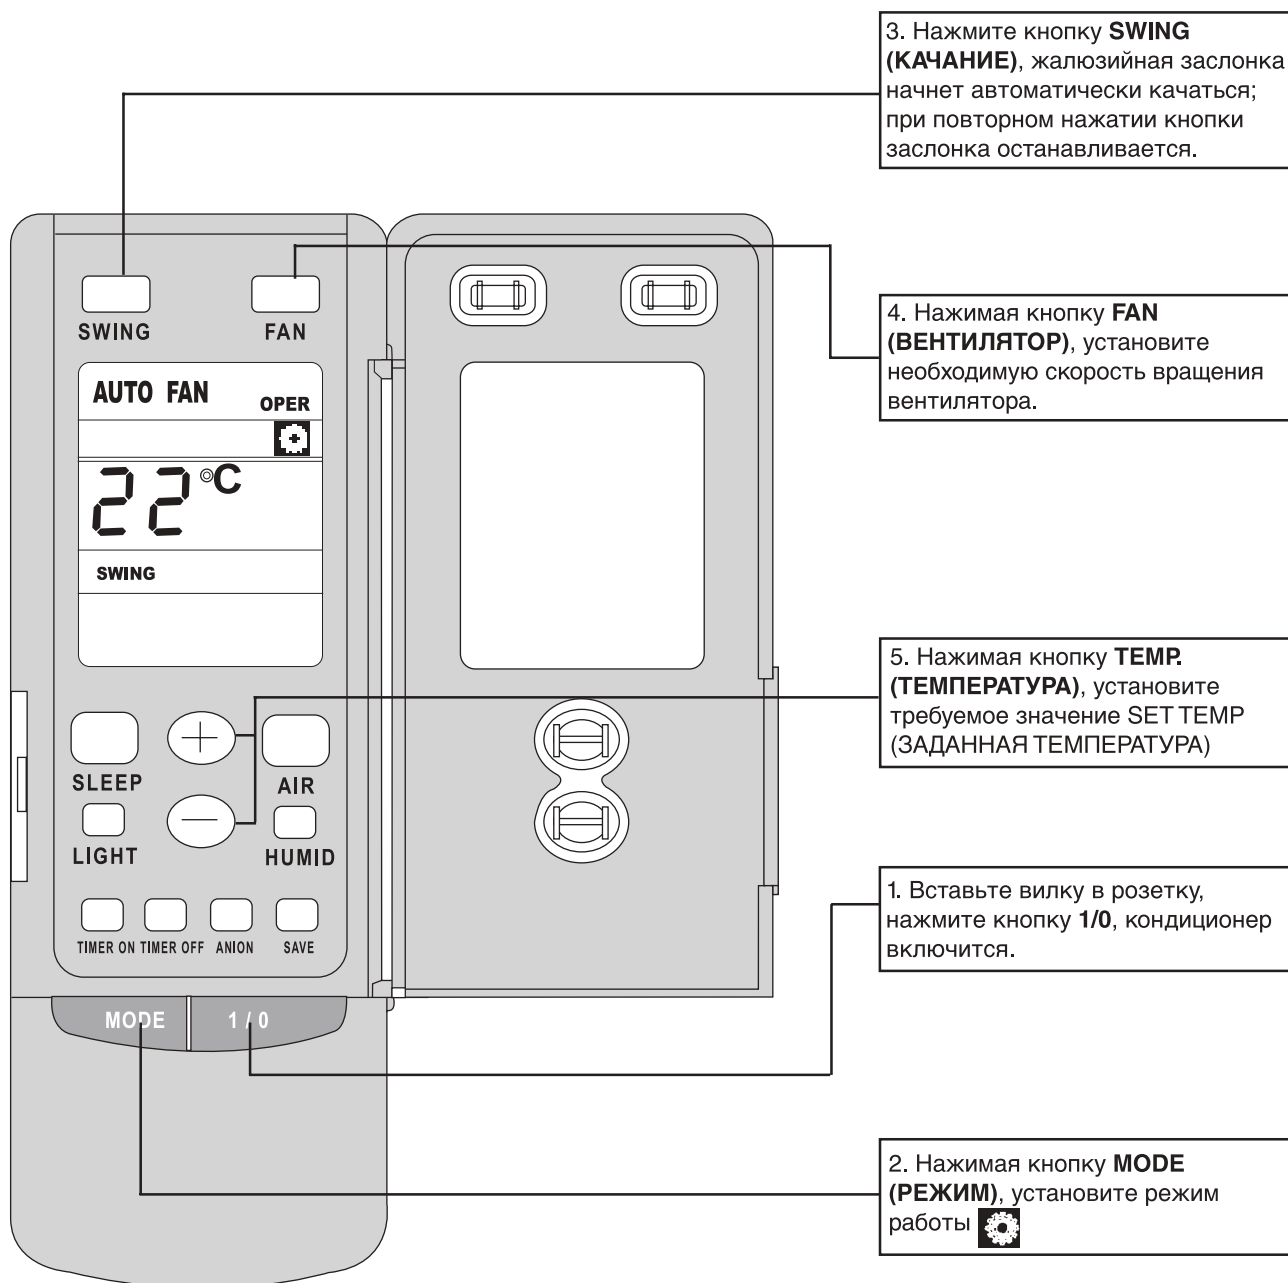

Рис. 7.6.3
d) Работа в режиме НАГРЕВ (рис. 7.6.3).